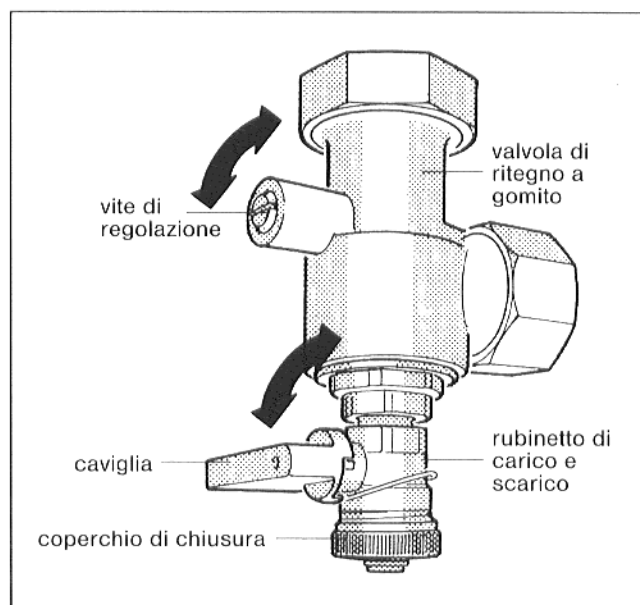

Fig. 13
- Mettere in posizione verticale il taglio della vite della valvola di ritegno (sempre aperta) (Fig. 13).
- Svitare il coperchio di chiusura del rubinetto di riempimento e svitare il tubo di riempimento (Fig. 13).
- Mettere in posizione verticale la caviglia del rubinetto di riempimento (aprire) (Fig. 13).
- Riempire lentamente l'impianto al rubinetto di riempimento **per circa 1/2 minuto** (Fig. 13).
- Mettere in posizione orizzontale il taglio della vite della valvola di ritegno (stato di esercizio) (Fig. 13).
- Continuare a riempire l'impianto al rubinetto di riempimento (Fig. 13).